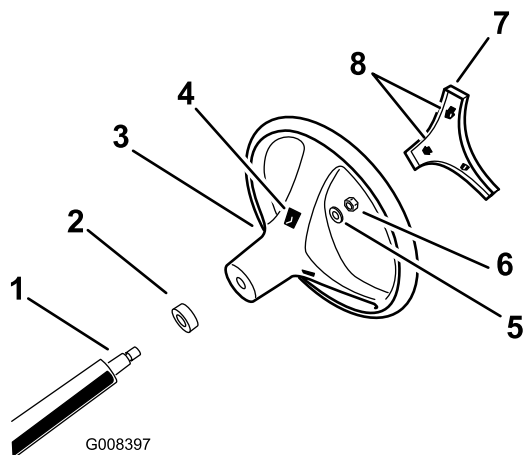

図 3
4. ハンドルをシャフトにはめ込み、ナットで固定する(図 3)。ナットを 24~30 Nm にトルク締めする。